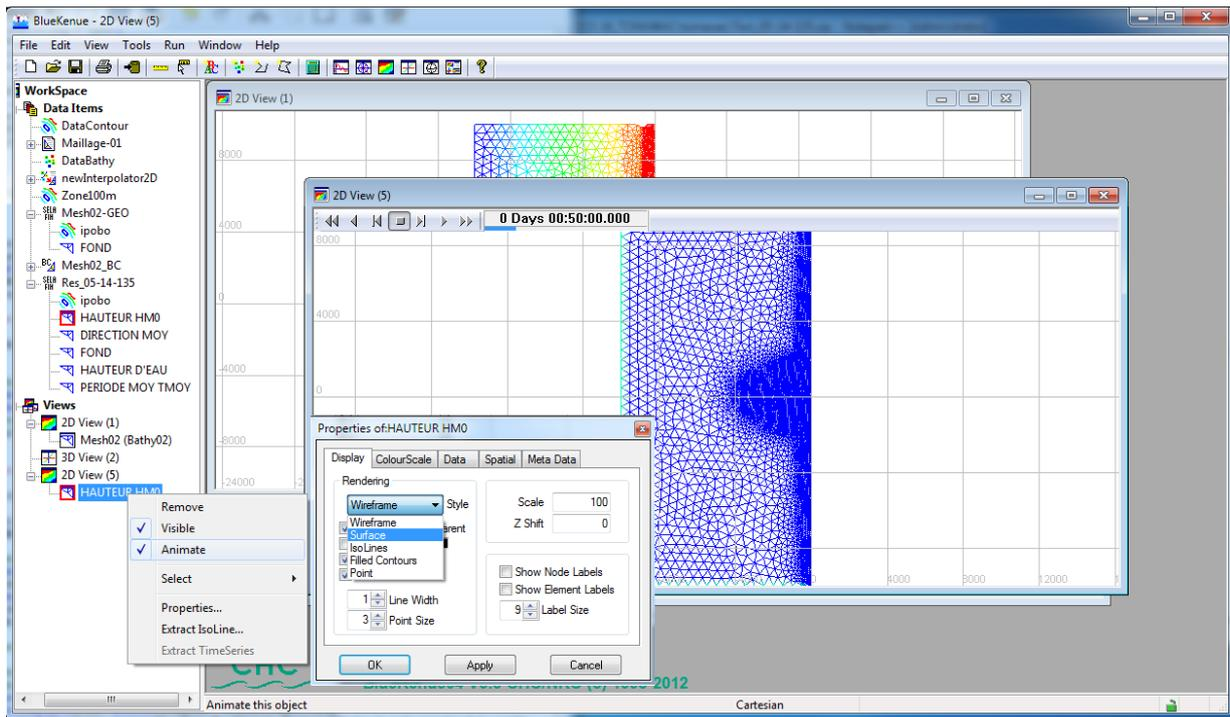

FIGURE 1.17 – Sélection de l’affichage en mode surface
- De même, Sélectionnez *HAUTEUR HM0*, puis cliquez droit et cochez *Properties*. Dans la fenêtre de dialogue qui s’affiche, en dessous de *Rendering* sélectionnez *Surface* au lieu de *Wireframe*. (Fig.1.17).